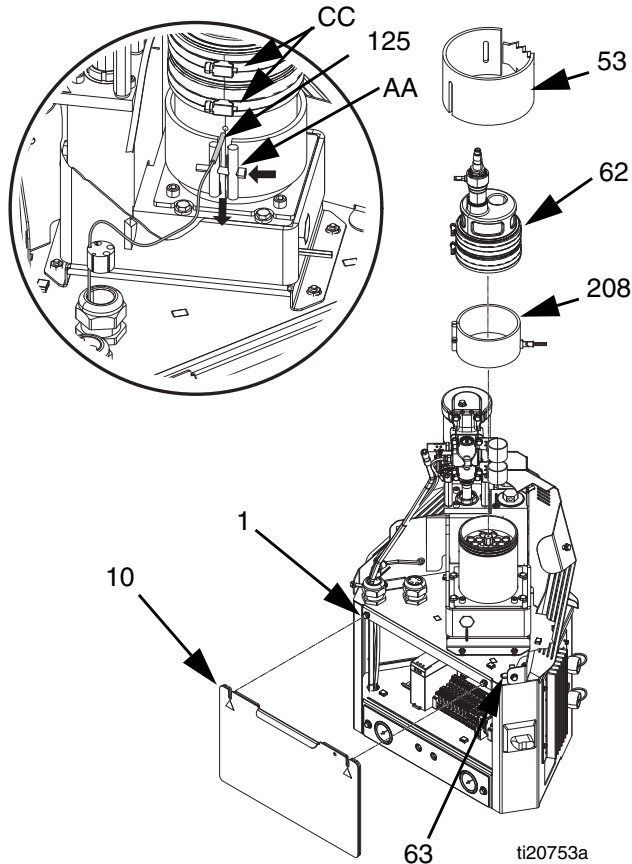
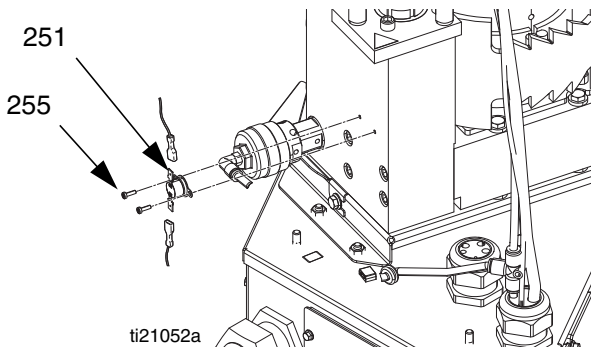

FIG. 36
FIG. 38
6. Retire los tornillos (8); luego afloje la puerta de acceso delantero del armario eléctrico (10).
7. Retire el tubo de aire (36) de la válvula de alivio (245). Extraiga el tubo de aire de la cubierta de metal (27).
8. Retire las tuercas (3) de la cubierta de metal posterior (27); luego retire la cubierta.
9. Afloje la abrazadera de la manguera en el soporte del motor neumático (528); luego retire el embudo (61).
10. Retire los conectores de cables del interruptor de sobretemperatura (251).
11. Retire los aislantes (52, 53) del conjunto del fundidor (5).
12. Desconecte el cable del sensor de llenado del sensor de llenado (20).
14. Extraiga el tubo de aire de la tapa de llenado (62).
15. Extraiga el tubo de aire del motor neumático (218).
16. Afloje el tornillo (AA); luego extraiga el sensor (125). Consulte la FIG. 36 en la página 60.
17. Retire la puerta de acceso delantero del armario eléctrico (10).
18. Retire todos los cables del calentador de los terminales siguientes. Pase los cables por el ojal de goma en la parte superior del armario eléctrico (1). Consulte la FIG. 36 en la página 60 para obtener referencias.
3. Use los 4 pernos (259) para sujetar el conjunto del fundidor a la base del fundidor (257).
4. Use las cuatro tuercas (3) para sujetar el conjunto del fundidor al sistema.
5. Agrupe los 4 conjuntos de cables del calentador y páselos por el ojal en la parte superior del armario eléctrico (1). Conecte los cables como se indica a continuación. Consulte la FIG. 36 en la página 60 para obtener referencias.
6. Conecte el tubo de aire al motor neumático (218).
7. Conecte el tubo de aire la tapa de llenado (62).
8. Conecte el cable del sensor de llenado al sensor de llenado (20).
10. Instale el embudo (61) en el soporte del motor neumático (528); luego ajuste la abrazadera.
11. Instale el sensor de temperatura (125) en el fundidor; luego ajuste el tornillo (AA) en el calentador de banda. Consulte la FIG. 36 en la página 60.
12. Instale los aislantes (52, 53) en el conjunto del fundidor (5).
13. Conecte los conectores de cables al interruptor de sobretensión (251). Consulte la FIG. 38 en la página 62.
14. Use las tuercas (3) para instalar la cubierta de metal (27).
15. Extraiga el tubo de aire de la válvula de alivio (36) por el alojamiento de metal y luego conecte el tubo de aire a la válvula de alivio (245).
16. Instale la puerta de acceso delantero (10) en el armario eléctrico (1).
18. Vuelva a conectar todas las mangueras térmicas al colector de salida del fundidor (203).
Desmontaje (consulte la FIG. 36):
Montaje (consulte la FIG. 36):
6. Instale la puerta de acceso del armario eléctrico (10). Consulte FIG. 36.
7. Instale el aislante de tela del fundidor (53).